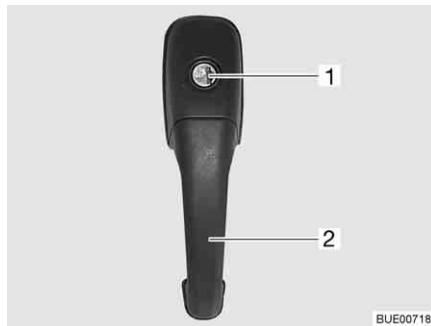

Fig. 26 Serratura della porta di ingresso, lato esterno
*Apertura:* ■ Inserire la chiave nel cilindro della serratura (Fig. 26,1) e ruotare fino a quando la serratura della porta si sblocca.
■ Tirare la maniglia della porta (Fig. 26,2). La porta è aperta.
*Bloccaggio:* ■ Inserire la chiave nel cilindro della serratura (Fig. 26,1) e ruotare fino a quando la serratura della porta si blocca.